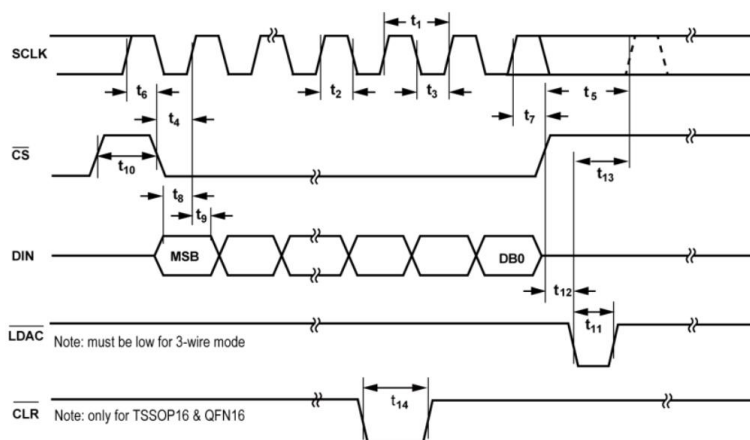

Figure 6. Digital Interface Timing
**TLX2542/4** 由通用三线串行接口控制，工作时钟频率最高可达 **50MHz**。时序为如图 6 所示。**CS** 信号由高电平变为低电平后，数据由串行时钟(**SCLK**)同步传输到输入寄存器。数据以最高有效位(**MSB**)为先加载到 **18/16/14** 位字中。当所有数据位都加载到串行输入寄存器后，**CS** 和 **OUT** 的上升沿将移位寄存器的内容传输到 **DAC**。